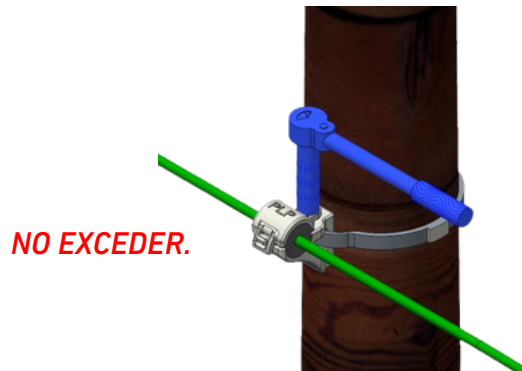

Imagen 6.- Apretar tornillo con un torque requerido de 20 N\*m [14.75 lb\*ft).
- Complete la instalación apretando el tornillo de 5/16" cabeza hexagonal de acero inoxidable junto con la arandela de presión hasta conseguir un torque de 20 N\*m [14.75 lb\*ft). Como en la Imagen 6.